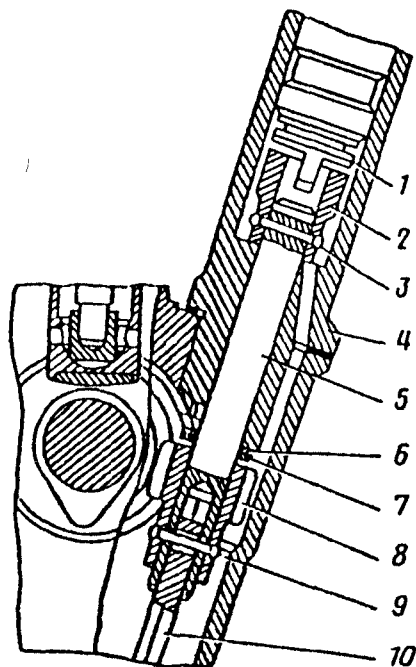

Рис. 66 Привод масляного насоса и датчика-распределителя зажигания:
**Привод масляного насоса и датчика-распределителя зажигания** (рис. 66) осуществляется от распределительного вала парой винтовых шестерен. Ведущая шестерня - стальная, залита в тело чугунного распределительного вала. Ведомая шестерня 8 стальная, термоупрочненная, закреплена штифтом на валике 5, вращающемся в чугунном корпусе. Верхний конец валика снабжен втулкой 2, имеющей прорезь (смещена на 1,15 мм от оси валика) для привода датчика-распределителя зажигания. Втулка на валике закреплена штифтом 3. С нижним концом валика шарнирно соединен шестигранный валик 8, нижний конец которого входит в шестигранное отверстие валика масляного насоса. На валике 5 между шестерней 8 и корпусом установлены бронзовая шайба 7 и стальная термообработанная шайба 6.